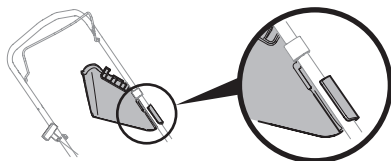

Figure 14
**NOTE :** Certains déflecteurs d'éjection latérale sont dotés d'une attache qui permet de les retenir au guidon. Si tel est le cas, le déflecteur d'éjection peut être fixé au guidon même lorsqu'il n'est pas utilisé. Voir Figure 14.